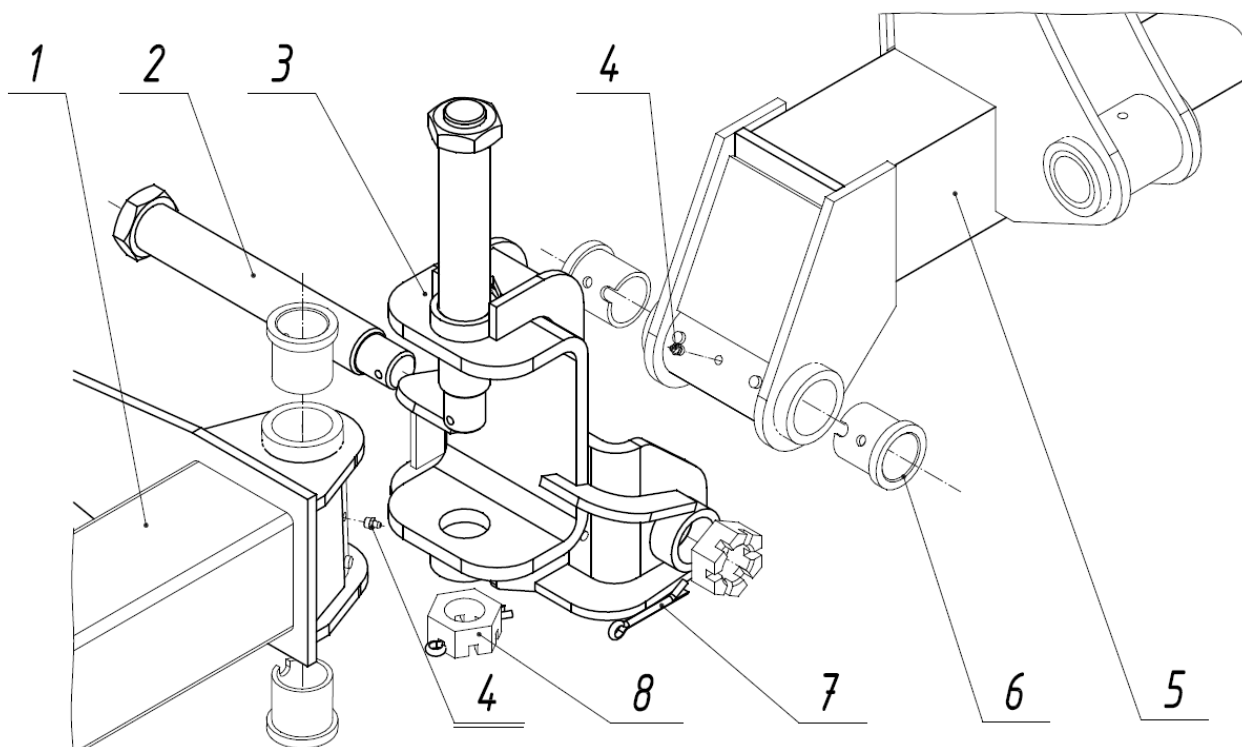

Рис.5 Шарнирное соединение балок
2.1.3 Крестовина 3 (рис.5) служит соединительным звеном между боковыми и центральной балками, и позволяет бороне копировать рельеф почвы. Крестовина представляет собой сварную конструкцию из двух скоб и жесткостей из косынок и планок.